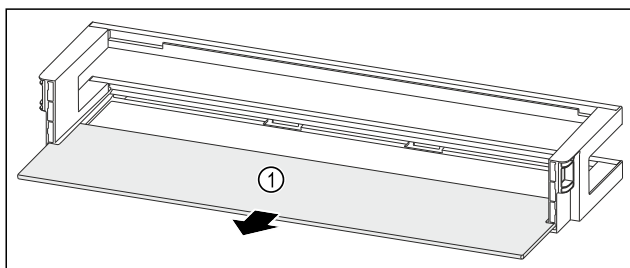

Fig. 221 Rafti i derës me raft mbajtës
- Hiqni raftin mbajtës Fig. 221 (1).